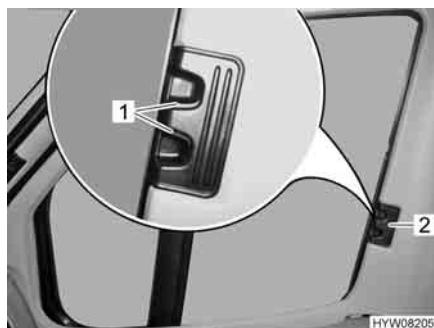
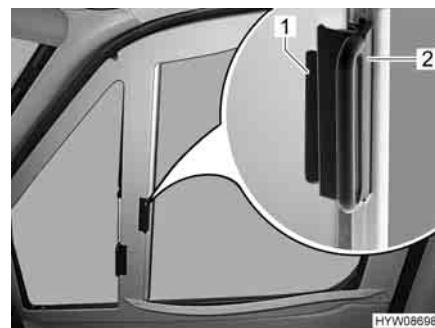

Fig. 30 Tendine oscuranti pieghevoli per il finestrino del conducente/passeggero (Fiat)
Fig. 31 Tendine oscuranti pieghevoli per il finestrino del conducente/passeggero (Mercedes-Benz)
- A seconda del tipo di tendina oscurante, premere e tenere premute le levelette di bloccaggio (Fig. 30,1).
- Con la levetta (Fig. 30,2 o Fig. 31,2) tirare le tendine oscuranti pieghevoli per il finestrino del guidatore e del passeggero verso l'altro lato della finestra e congiungerle alle strisce magnetiche.
- Inserire fino all'arresto le tendine oscuranti pieghevoli per il finestrino del guidatore e del passeggero per la maniglia (Fig. 30,2 o Fig. 31,2).
- Rilasciare le levelette di bloccaggio (Fig. 30,1) e farle innestare, oppure spingere l'impugnatura (Fig. 31,2) fino al sopralzo (Fig. 31,1).